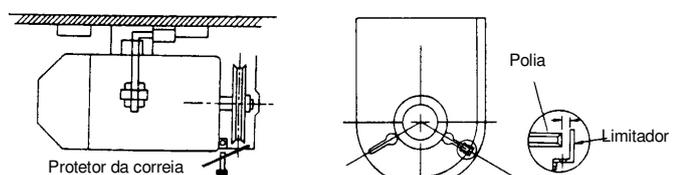

Fig. 3
- Ajuste o limitador (Fig.3) no protetor da polia na posição apropriada para que a correia não caia quando a máquina é tombada para trás, mesmo se ela estiver solta.